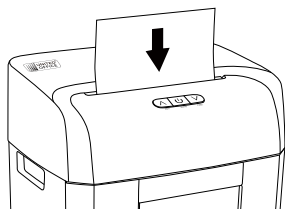

Fig. 3
- ◆ Introduceți hârtia pe înălțime pe mijlocul fantei de tăiere **4** (a se vedea fig. 3). Aparatul pornește automat și se oprește tot automat dacă nu este introdusă altă hârtie.